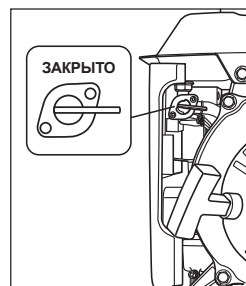

рис. 12
3. Перекройте топливный кран, установив его в положение «Закрыто» (рис. 12).
2. Закройте топливный кран (рис. 12).